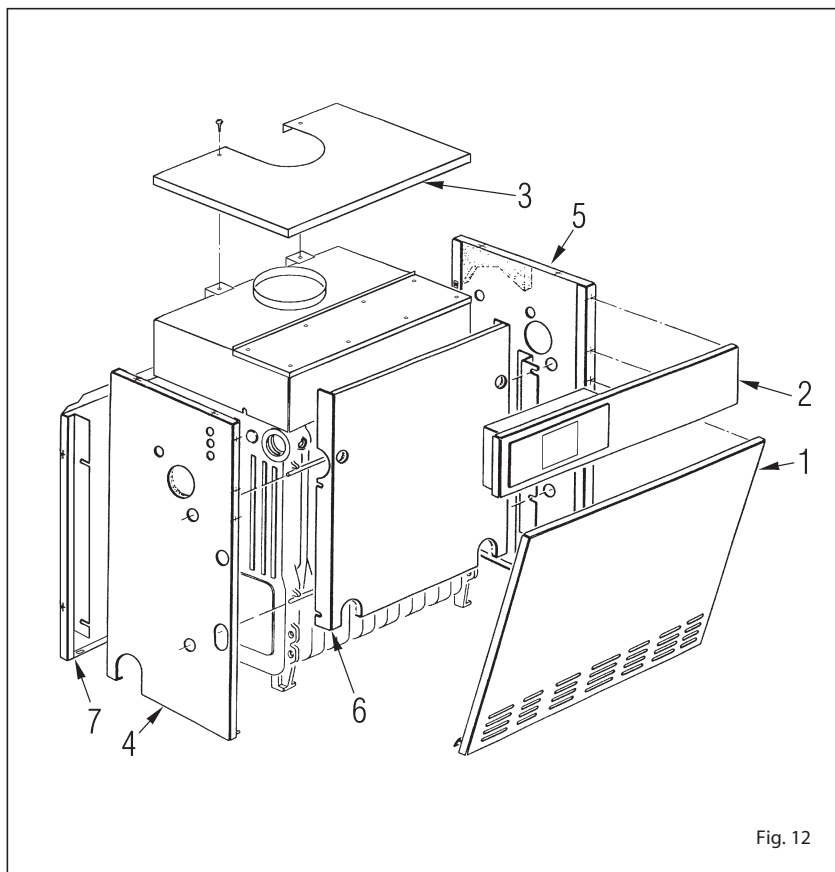

Fig. 12
4.5 DEMONTARE PANOUL (fig. 12)
Pentru a demonta panourile efectuați următoarele operațiuni (fig. 12):